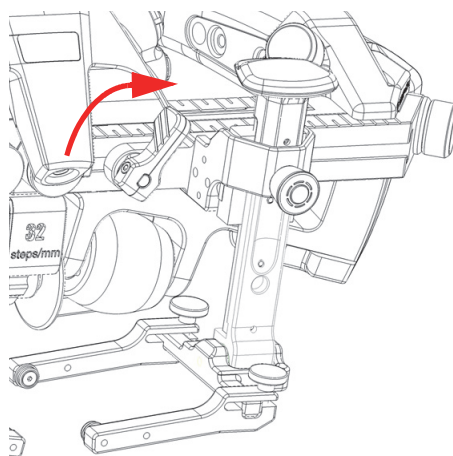

图 2-11 定位杆处于锁定位置
3. 顺时针旋转定位杆，将探头托架锁定到位（参见第45页的图 2-11）。